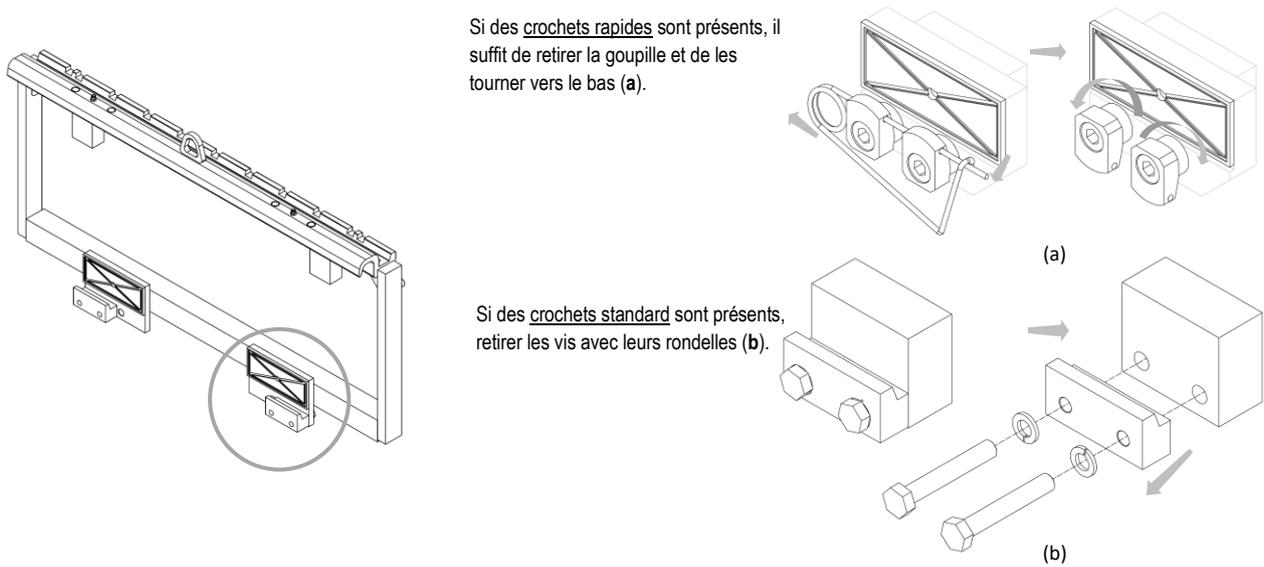

Figure 4
5. Retirer les crochets inférieurs de l'équipement et graisser les lardons (voir *Figure 4*).